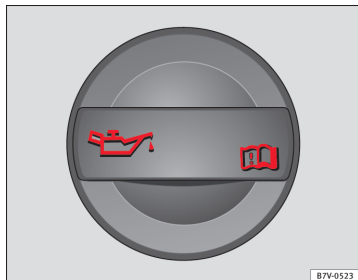

Fig. 109 Dans le compartiment-moteur : bouchon de l'orifice de remplissage d'huile moteur
- Dévissez le bouchon de remplissage d'huile moteur ⇒ fig. 109.